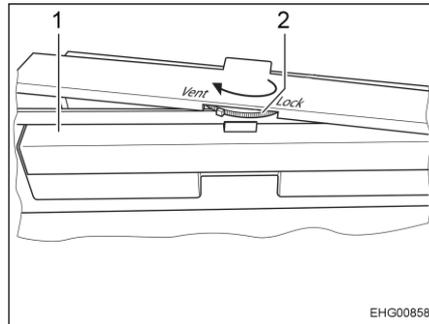

Bild 60 Verriegelungsrad an Kühlschranktür
- Verriegelungsrad (Bild 60,2) bis zum Anschlag in Stellung "Vent" drehen.
- Tür (Bild 60,1) vorsichtig so weit schließen, bis sie einrastet. Die Tür ist in leicht geöffneter Stellung arretiert.